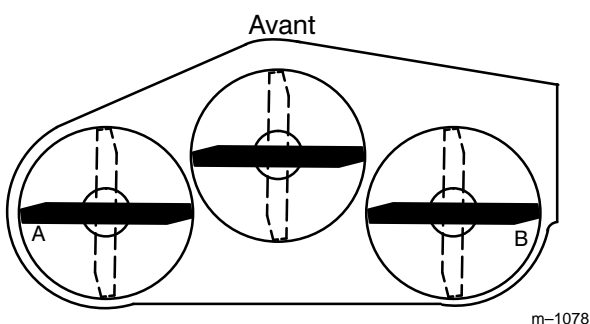
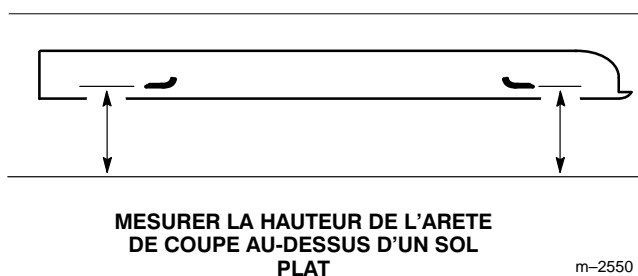

Figure 21
Figure 22
2. Placer les lames dans le sens transversal (Fig. 21). Mesurer en "A" et en "B" (Fig. 21) la hauteur de l'arête de coupe au-dessus du sol plat (Fig. 22).